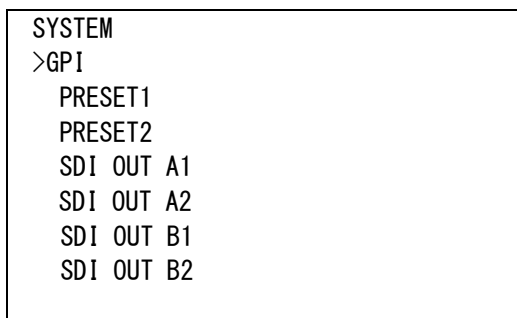

図4-72 オンスクリーンメニュー(GPI例)
- 1) SYSTEM メニューで「GPI[GPI]」を選択し、**ENTER** ボタンを押すと図 4-72 のような設定メニューが表示されます。